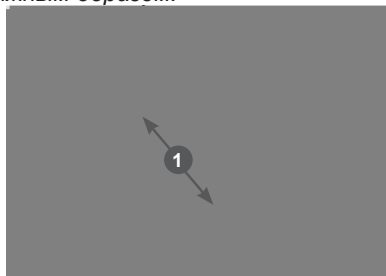

Рис. 15 Рычаг остановки двигателя
Перед запуском двигателя, несколько раз задействуйте рычаг остановки двигателя 1 (Рис. 15). Проверьте, чтобы рычаг и трос остановки двигателя работали должным образом.
3. Отпустите рычаг 1 остановки двигателя (Рис. 15).